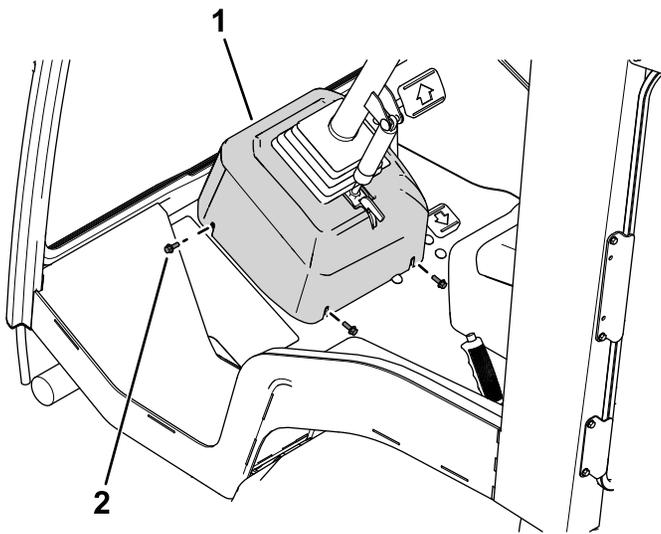

Bild 9
9. Bringen Sie die Lenkgehäuseabdeckung wieder an (**Bild 9**).